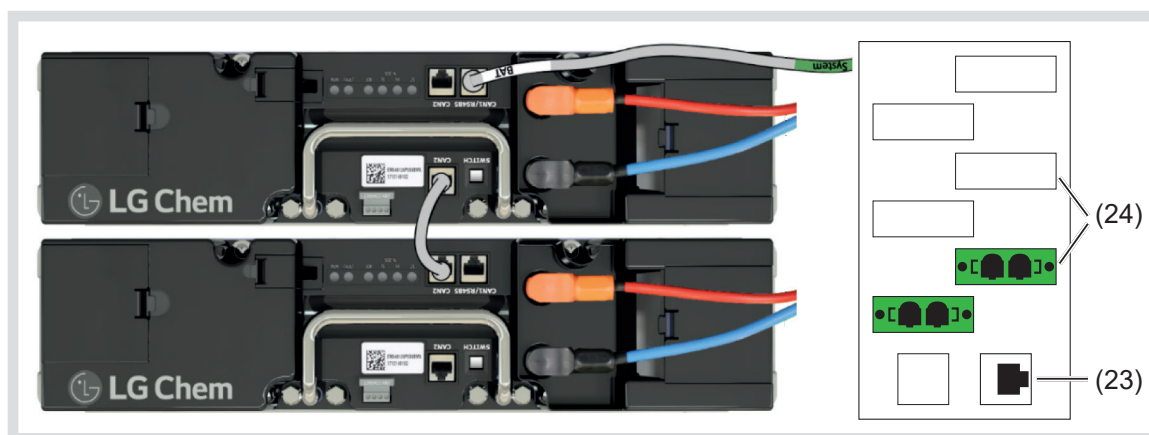

Bild 38: Batteriemodul-Anschluss mit 2 Batteriemodulen
- Die grünen Stecker der Batterie-Leistungskabel (20) des Master-Batteriemoduls und des Slave-Batteriemoduls jeweils in eine Batteriebuchse (24) des Batterie-Anschlussfeldes stecken (Bild 38) und durch anschrauben der Steckerschrauben sichern.
- Den grün gekennzeichneten RJ45-Stecker (a) des Master-Kommunikationskabels (21) in die RJ45-Buchse (23) des Batterie-Anschlussfeldes stecken.
- Den weiß gekennzeichneten RJ48-Stecker (b) des Master-Kommunikationskabels (21) in die RJ48-Buchse **CAN1/RS485** (11) des Master-Batteriemoduls stecken.
- Mit dem Slave-Kommunikationskabel (22) die obere **CAN2** Buchse (16) des Master-Batteriemoduls mit der unteren **CAN2** Buchse (12) des Slave-Batteriemoduls verbinden (Bild 38).